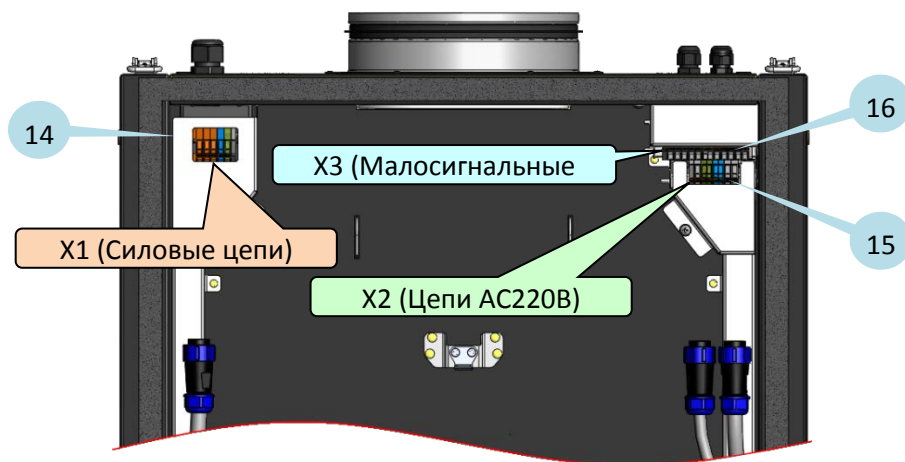

Рис. 2
Внутри корпуса находится основной съёмный блок УВН (2), включающий в себя центробежный вентилятор, керамические нагреватели, плату контроллера, плату управления нагревателями, температурный и «пожарные» датчики. Внутри корпуса также установлены: кассета с пылевым фильтром (3), клапан воздушный (4), электропривод воздушного клапана (5), дифференциальный датчик давления (6). По боковым сторонам корпуса предусмотрены элементы крепления установки под винты М6. Крепить установку можно также с помощью специальных кронштейнов (7). Под основным съёмным блоком (2) установлены клеммные колодки (14, 15, 16) (См. Рис. 2) для внешних подключений. Фиксация пылевого фильтра (3) осуществляется с помощью рычагов (8). Приточный воздух выдает в канал через выходной фланец (13).